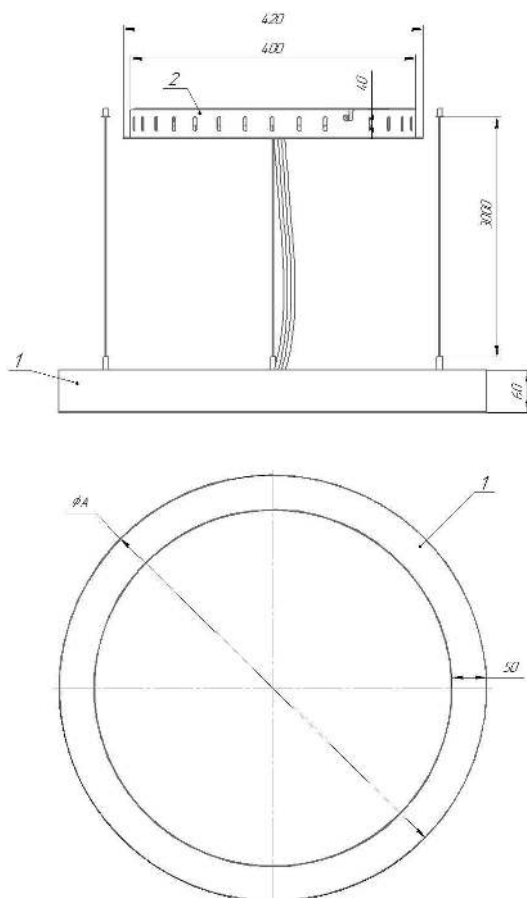

Рисунок 1 - Светильник серии ДСО33 Horizon Ring
5.17 Снимите защитную пленку с корпуса поз.1 (рисунок 1).